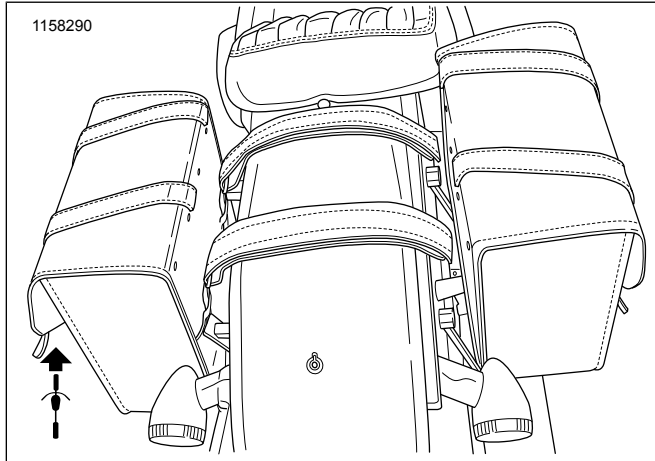

Abbildung 3. Positionierung der Stützhalterung
10. Abbildung 3 Stützhalterung unterlegen, die bereits auf der rechten Seite der Satteltasche befestigt ist, über das Schutzblech auf dem abriebfesten Klebeband führen und auf der linken Seite der Satteltasche befestigen.